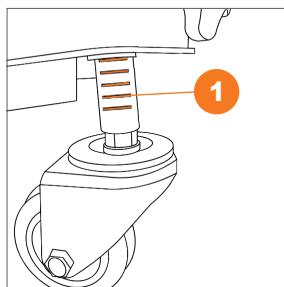

Рис. 12
- По мере истирания щетки производите регулировку прижима. Регулировку осуществляйте при помощи регулировочных колес **1** (Рис. 12), после регулировки щетка должна слегка касаться убираемой поверхности равномерно по всей своей длине, не допускайте перекосов при регулировке, используйте специальные метки на штанге регулировочного колеса.